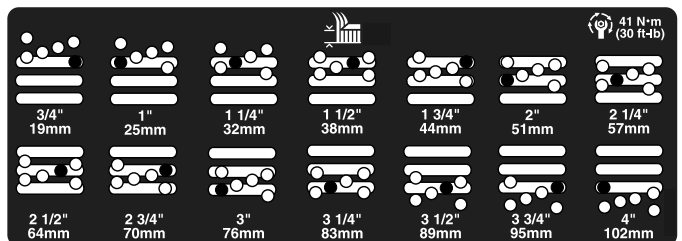

Рисунок 25
5. Переместите камеру на требуемую высоту скашивания и установите проставку в предусмотренные для этой высоты отверстие и паз (Рисунок 25).